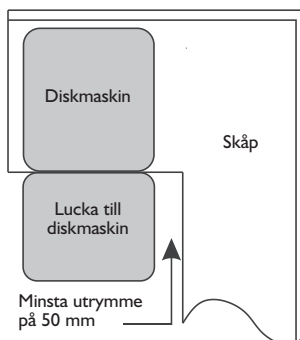

Fig. 2
5. Placera diskmaskinen på sin plats (Bild 2).